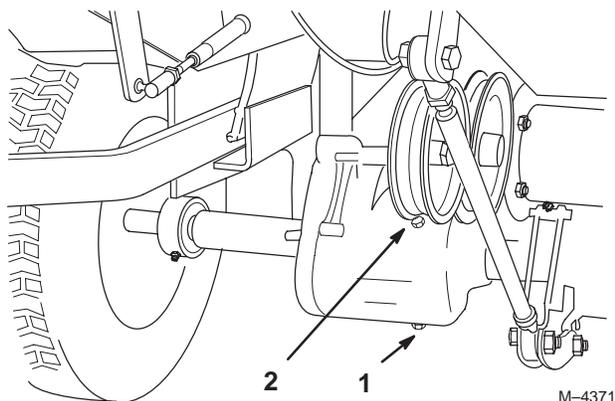

Bild 38
2. Reinigen Sie den Bereich um die Verschlusschraube und stellen ein Auffanggefäß unter die Verschlusschraube in der Achse (Bild 38).
3. Entfernen Sie die Verschlusschraube und lassen das Öl in das Auffanggefäß ab (Bild 38). Schrauben Sie die Verschlusschraube wieder ein, nachdem das Öl abgelassen ist.
4. Entfernen Sie die Füllverschlusschraube und füllen SAE EP-90 wt. Öl (ca. 14,9 cl) bis zur Füllöffnung ein (Bild 38).